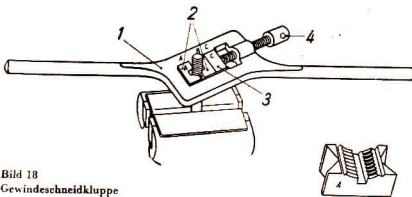

Bild 18
Schneideisen schneiden das Außengewinde in einem Arbeitsgang fertig. In mehreren Arbeitsgängen kann Außengewinde mit der Schneidkluppe (Bild 18) geschnitten werden. Schneidkluppen haben einstellbare Schneidbacken. Sie werden in den Rahmen der Schneidkluppe eingelegt und mit einer Druckschraube eingestellt.
14. Benenne die Teile der in Bild 18 gezeigten Gewindeschneidkluppe!